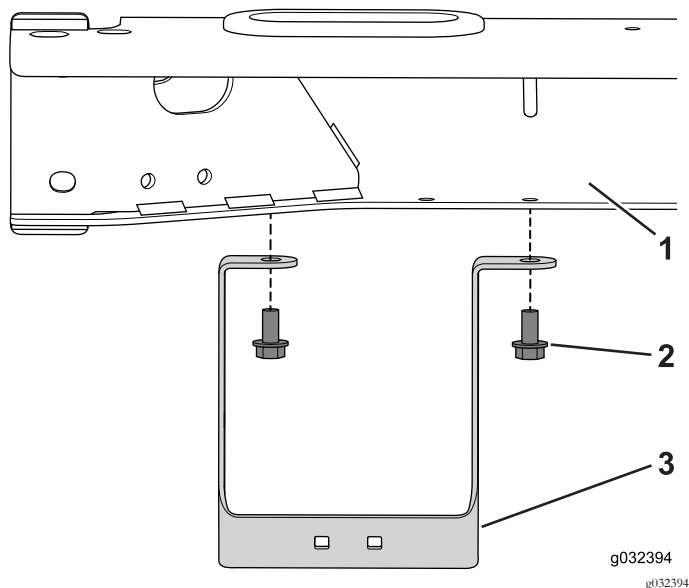

Figure 27
1. Fixez le support de flexible au cadre à l'aide des 2 boulons (5/16 x 5/8 po) (Figure 27).